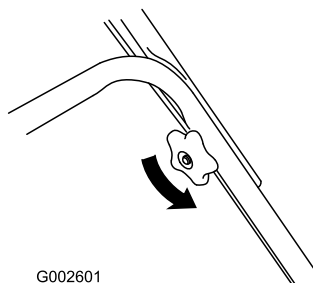

Figura 51
6. Afloje los pomos del manillar hasta que pueda mover libremente la sección superior del mismo (Figura 51).